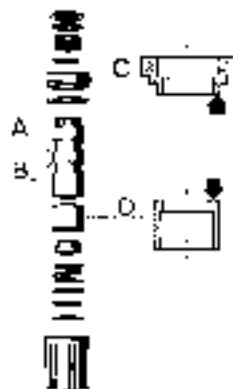

Fig. 151
Controllare l'efficienza degli anelli di tenuta e delle fasce elastiche e sostituirli se necessario. Se si verificasse che la sterzata è dura solamente a destra o a sinistra, significa che uno dei due spigoli del distributore (Fig. 151) è parzialmente usurato.
- Usura dello spigolo superiore del distributore (A Fig. 151).
E' necessario asportare materiale dalla flangia (C Fig. 151) nel punto indicato dalla freccia, diminuendone lo spessore di 0,3 decimi di mm.
Usura dello spigolo inferiore del distributore (B Fig. 151).
È necessario asportare materiale dalla boccia (C Fig. 151) nel punto indicato dalla freccia, diminuendone lo spessore di 3 decimi di mm.
Se dopo aver effettuato tale modifica, la sterzata a destra o a sinistra risultasse ancora dura, è necessario sostituire quanto riportato in Fig. 151.